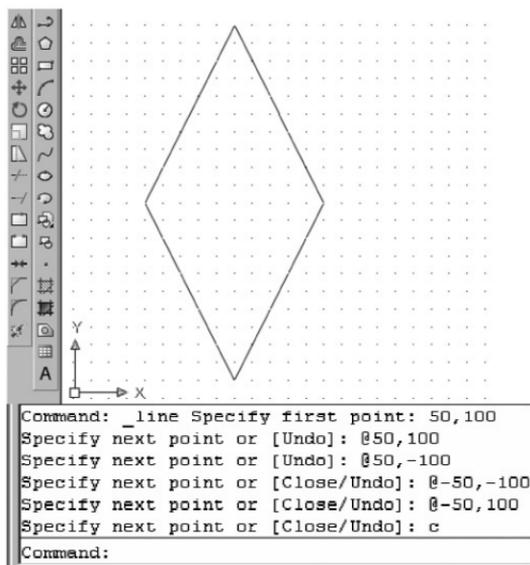

Рис. 1.11. Вычерчивание ромба
2. Далее ввести с клавиатуры без пробела координаты X и Y вершин ромба согласно листингу командной строки на рис. 1.11.